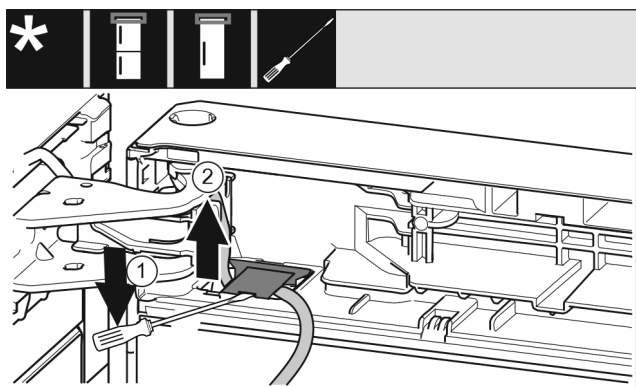

Fig. 11
- ▶ Tõstke kate lapikkruvikeerajaga üles ja tõmmake välja. Fig. 11 (1)
- ▶ Tõmmake kaabel välja. Fig. 11 (2)